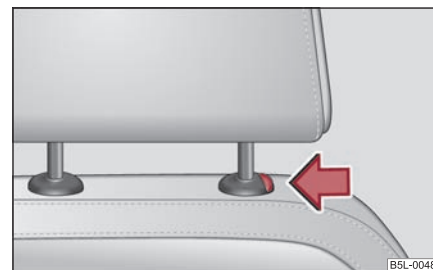

Fig. 80 Sacar reposacabezas
- Si desea desplazar el reposacabezas hacia abajo, pulse y mantenga la tecla de seguro en esa posición con una mano ⇒ página 81, fig. 80 y presione con la otra mano el reposacabezas hacia abajo.
- Pulse la tecla del seguro en el sentido de la flecha ⇒ página 81, fig. 80 y extraiga el reposacabezas.